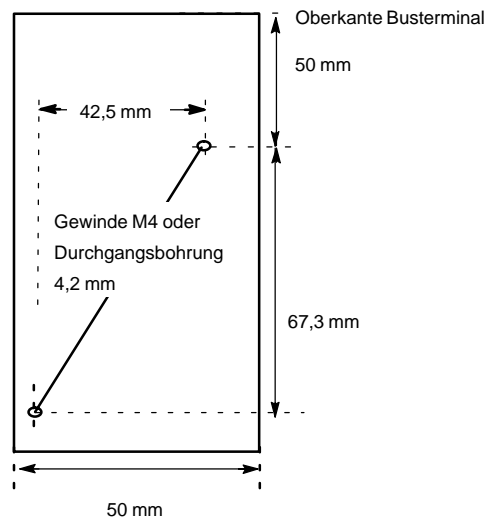

Bild 4-31 Bohrschema für Busterminal
- durch Verschrauben mit einer Montageplatte. Die Befestigung erfolgt über je eine Zylinderkopfschraube. Das Bohrschema für die Schraubbefestigung zeigt das Bild 4-31.
- durch Wandmontage (Mauerwerk, Beton). Erforderlich sind 2 Dübel Typ 5, 2 Halbrund-Holzschrauben DIN96, Stärke 3,5, L70 und zwei Scheiben DIN 125-4,3. Für die Bohrungen gelten die Angaben in Bild 4-31.